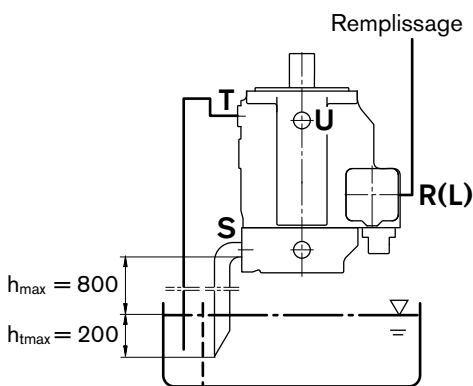

figure 2
a) Si le niveau de fluide minimal est inférieur à la surface du flasque de montage de la pompe : raccords » R/L « , » T « et éventuellement » S « reliés conformément à la figure 2. Voir conditions au point 1.2.